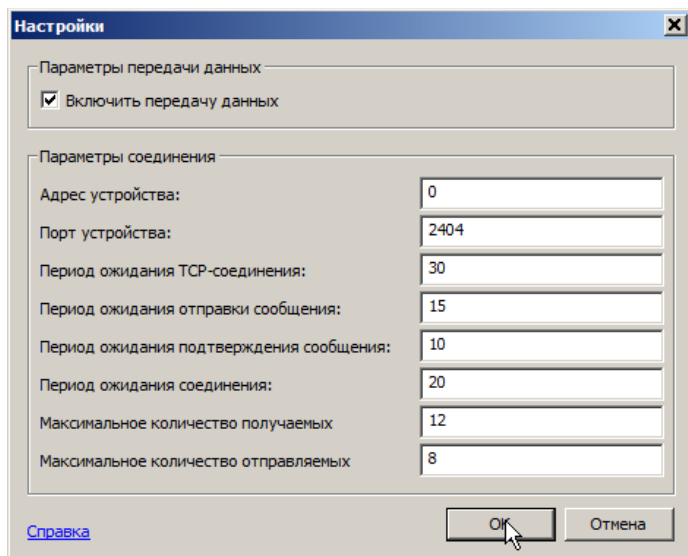

Рисунок 5 Настройки
- 3 В окне настроек установить флажок «Включить передачу данных», установить параметр «Адрес устройства» (стандартное значение – «0»), проверить, что параметр «Порт устройства» имеет значение «2404» (рис. 5).